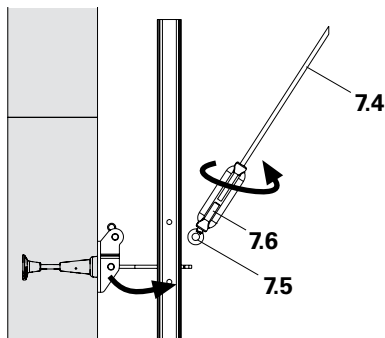

Fig. B1.38
5. Avvitare il tenditore regolabile CB Ø 25-M20L/DW 15 (7.6) sul tirante tenditore (7.4). (Fig. B1.38). Eseguire una regolazione di massima ruotando il tirante tenditore. Eseguire la regolazione di fino ruotando il tenditore regolabile.